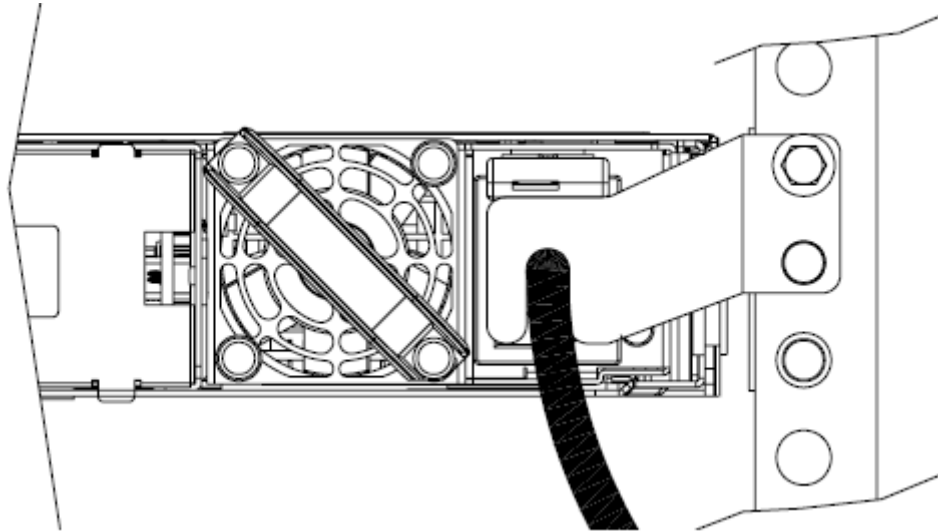

図 67. ケーブル保持ブラケット・オプション B が取り付けられている SAN ボリューム・コントローラー 2145-8G4
1. 電源機構の隣にあるノードのサイド・レール (404 ページの図 67 に示す) から固定ボルトを除去します。
2. 404 ページの図 67 に示すように、キャビネット背面で、電源機構の隣にあるノードのサイド・レールから固定ボルトを取り外します。